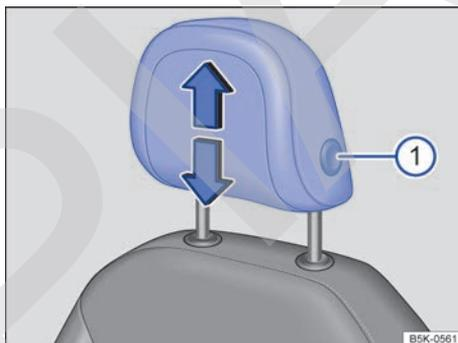

Fig. 73 Ajuste de los apoyacabezas delanteros.
- Desplace el apoyacabezas hacia arriba o hacia abajo en el sentido de la flecha correspondiente a la vez que presiona la tecla → **fig. 73 ①** → **▲** en *Introducción al tema* de la pág. 95.